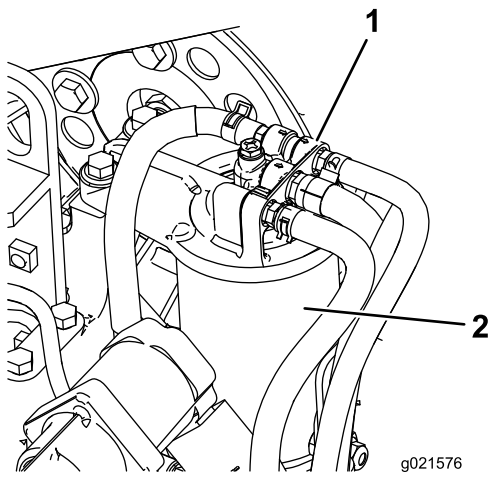

Figura 75
1. Limpie la zona alrededor del cabezal del filtro de combustible (Figura 75).
2. Retire el filtro y limpie la superficie de montaje del cabezal del filtro (**Figura 75**).